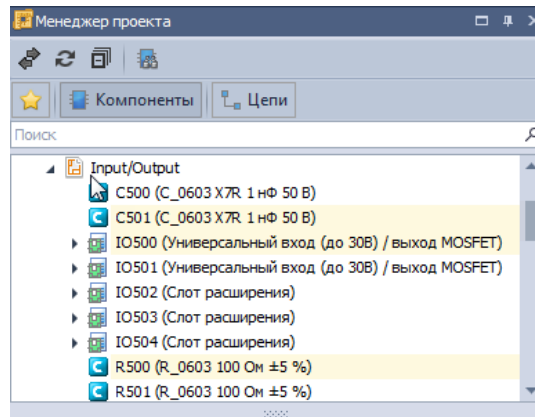

Рис. 89 Блок и компоненты вне блока
- Блок(и) и компоненты вне блока, см. Рис. 89.